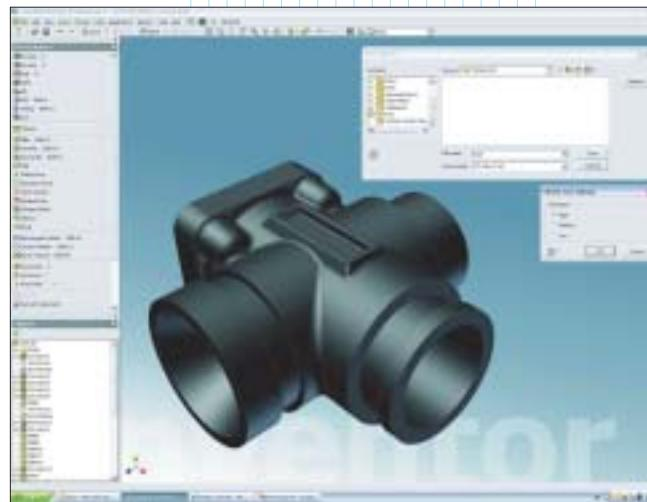

Рис. 1. Для управления разрешением при выводе в *STL*-формат система *Inventor* предлагает три базовые предустановки (*Low*, *Medium*, *High*)
*High* (рис. 1), однако их изменение связано с существенными трудностями. Для того, чтобы это сделать, необходимо редактировать регистр операционной системы *Windows*. Более подробную информацию можно найти на сайте [www.autodesk.com](http://www.autodesk.com).